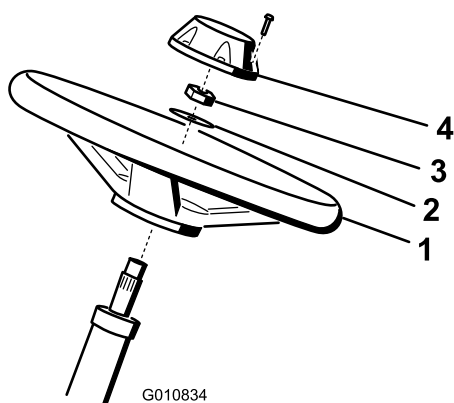

Figura 6
1. Faça deslizar o volante para a coluna de direção (Figura 6).
2. Faça deslizar a anilha para a coluna de direção (Figura 6).
3. Fixe o volante na coluna com uma porca de bloqueio e aperte-a com 27–35 N·m (Figura 6).
4. Instale a tampa no volante e fixe-a com 6 parafusos (Figura 6).